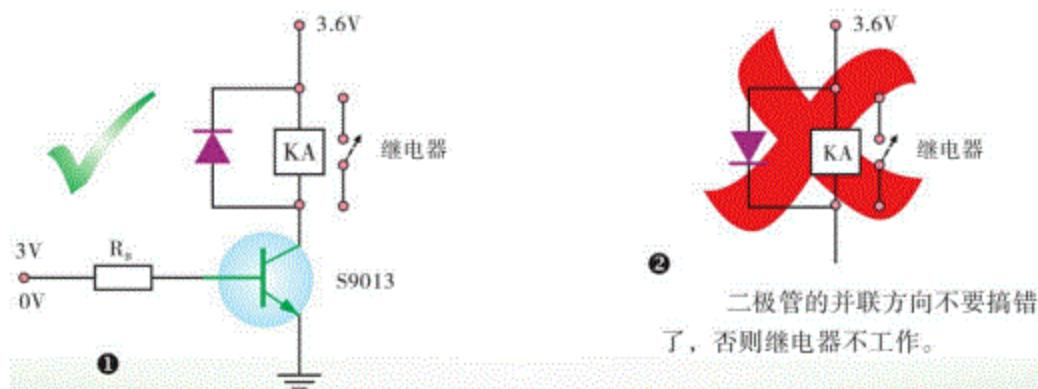

图9.56 继电器控制电路
开关管由饱和导通转为截止时, 由于继电器线圈是感性负载, 会产生很大的反峰电压, 这会损坏电路器件, 需要**采取保护措施**。通常的做法是, 在继电器线圈两端**反向并联**一个二极管, 即二极管的电流方向与线圈电流方向相反 (参见电感、二极管的相关内容)。最终得到的继电器控制电路如图9.56的①所示。